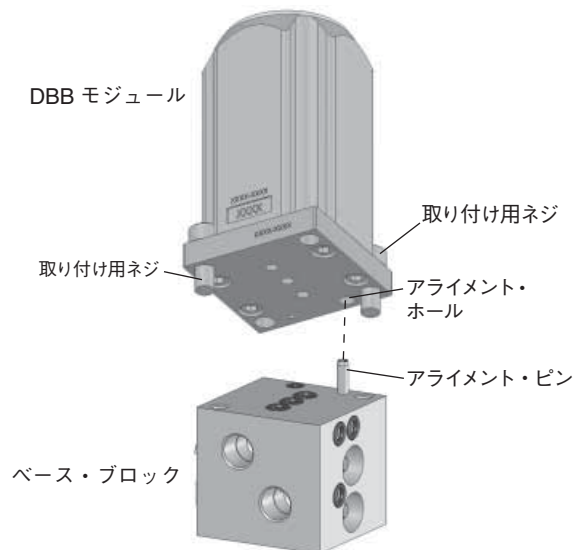

図 4
6. **DBB モジュール** を各ベース・ブロック上に取り付けます。取り付けの際は、**アライメント・ピン** を DBB モジュールのアライメント・ホールに差し込みます。**取り付け用ネジ** (2 個) (#10-32 $\times$ 1/2 インチ・サイズ、標準の 5/32 インチ・サイズ六角ヘッド) を使用して、DBB モジュールをベース・ブロックに $2.8 \sim 4.0 \text{ N} \cdot \text{m}$ のトルク値で締め付けます。(図 4 参照)